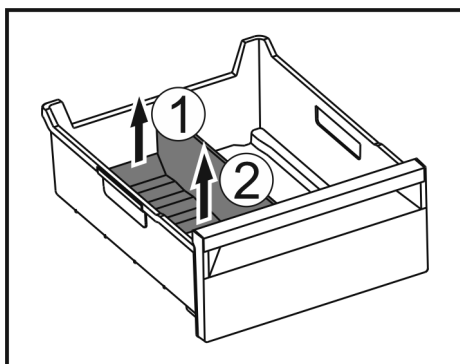

Fig. 153
- ▶ Приподнимите заднюю часть разделителя отделения для льда. Fig. 153 (1)
- ▶ Извлеките разделитель отделения для льда движением вверх. Fig. 153 (2)